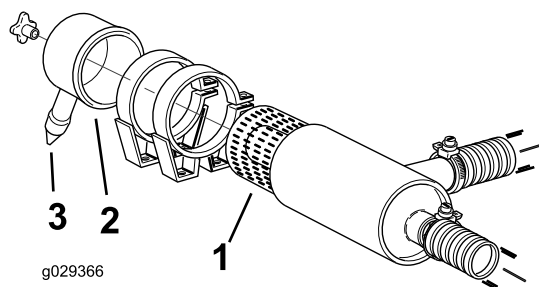

Figure 35
2. Desserrez les fixations qui maintiennent le couvercle sur le boîtier du filtre à air (Figure 35).